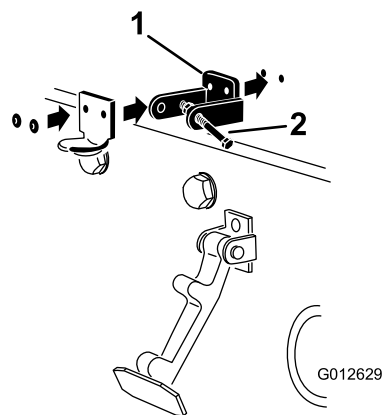

Figura 4
4. Alinee los taladros de montaje y posicione el cierre de seguridad para CE y el enganche del cierre sobre el capó (Figura 4).
6. Remache el seguro de cierre, el cerradero y las arandelas al capó (Figura 4).